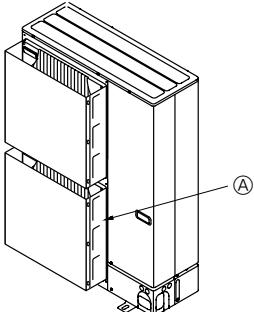
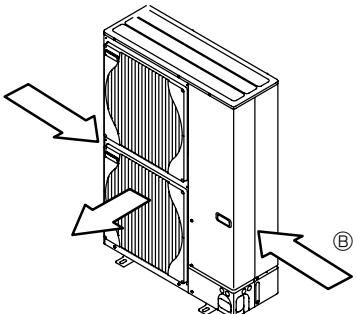

Fig. 2-4
Fig. 2-5
- ② Installieren Sie eine als Sonderzubehör erhältliche Luaustrassführung, wenn die Anlage an einem Aufstellungsort installiert ist, an dem die Gefahr besteht, dass starker Wind direkt in die Luaustrittsöffnung bläst. (Fig. 2-4)
- (A) Luaustrassführung
- ③ Bringen Sie die Anlage so an, dass die Abluft aus der Luaustrittsöffnung im rechten Winkel zu derjenigen Richtung geführt wird, aus der saisonal bedingt starker Wind bläst. (Fig. 2-5)
- (B) Windrichtung